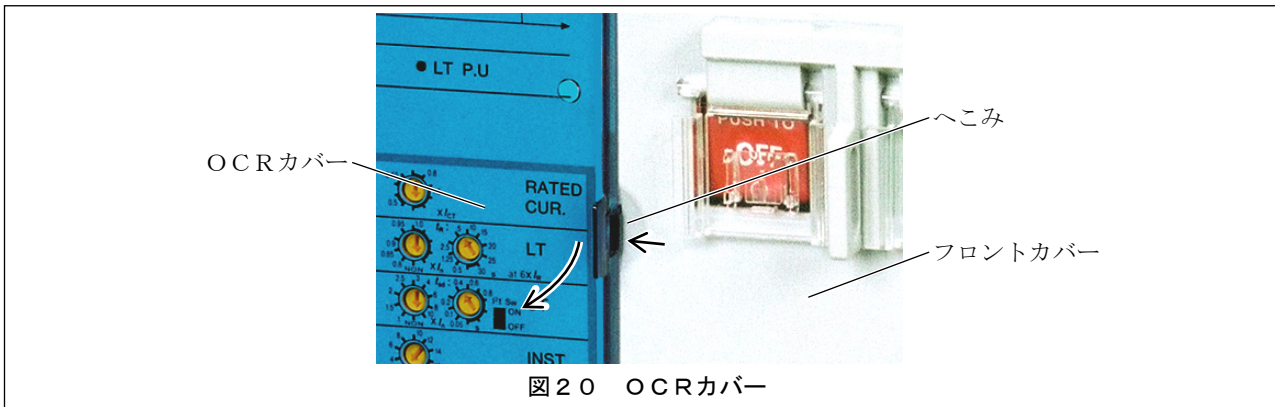

図20 OCRカバー
- 2) 図20に示すOCRカバーの右端のフロントカバーへこみに指を入れ、OCRカバーを左に押しつけて開き止めの掛かりを外し、OCRカバーを開きます。OCRカバー施錠時は、開錠してからOCRカバーを開きます。